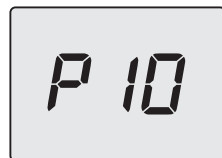

Figura 5.56
- Scorrere i vari parametri utilizzando i tasti 13 (indietro) o 15 (avanti) fino a far apparire sul display LCD le lettere **P10** che si alternano con il valore del parametro (Figura 5.56).